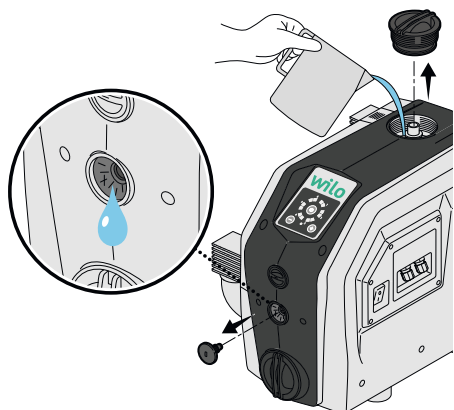

Fig. 8: Vullen
2. Vul het product met water (ca. 1,5 l) tot er water uit de ventilatie-opening loopt (Fig. 8).